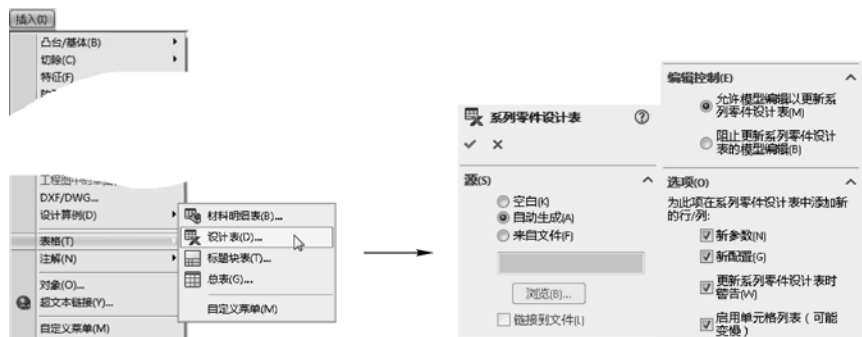

图 1-16 插入设计表
STEP 3 完成上述操作后,选择“插入”>“表格”>“设计表”菜单命令,打开“系列零件设计表”属性管理器,选中“自动生成”单选按钮(表示自动生成设计表),单击“确定”按钮继续,如图 1-16 所示。
如图 1-16 右图所示的管理器中,“空白”是指空白的表格,“来自文件”是指使用文件生成表格,其余选项意义不大,通常保持系统默认设置即可。
STEP 4 系统打开“尺寸”对话框(如果在图 1-16 右图所示的管理器中选择“空白”单选按钮,则不会出现此对话框),选择上面重命名的能找到的尺寸,单击“确定”按钮,打开